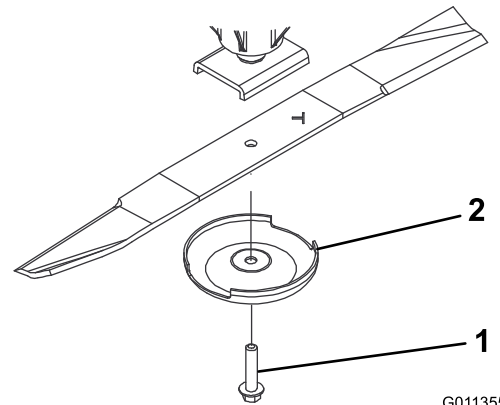

Figura 1
2. Retire o parafuso da lâmina, o recipiente antidanos e lâmina do eixo (Figura 1).